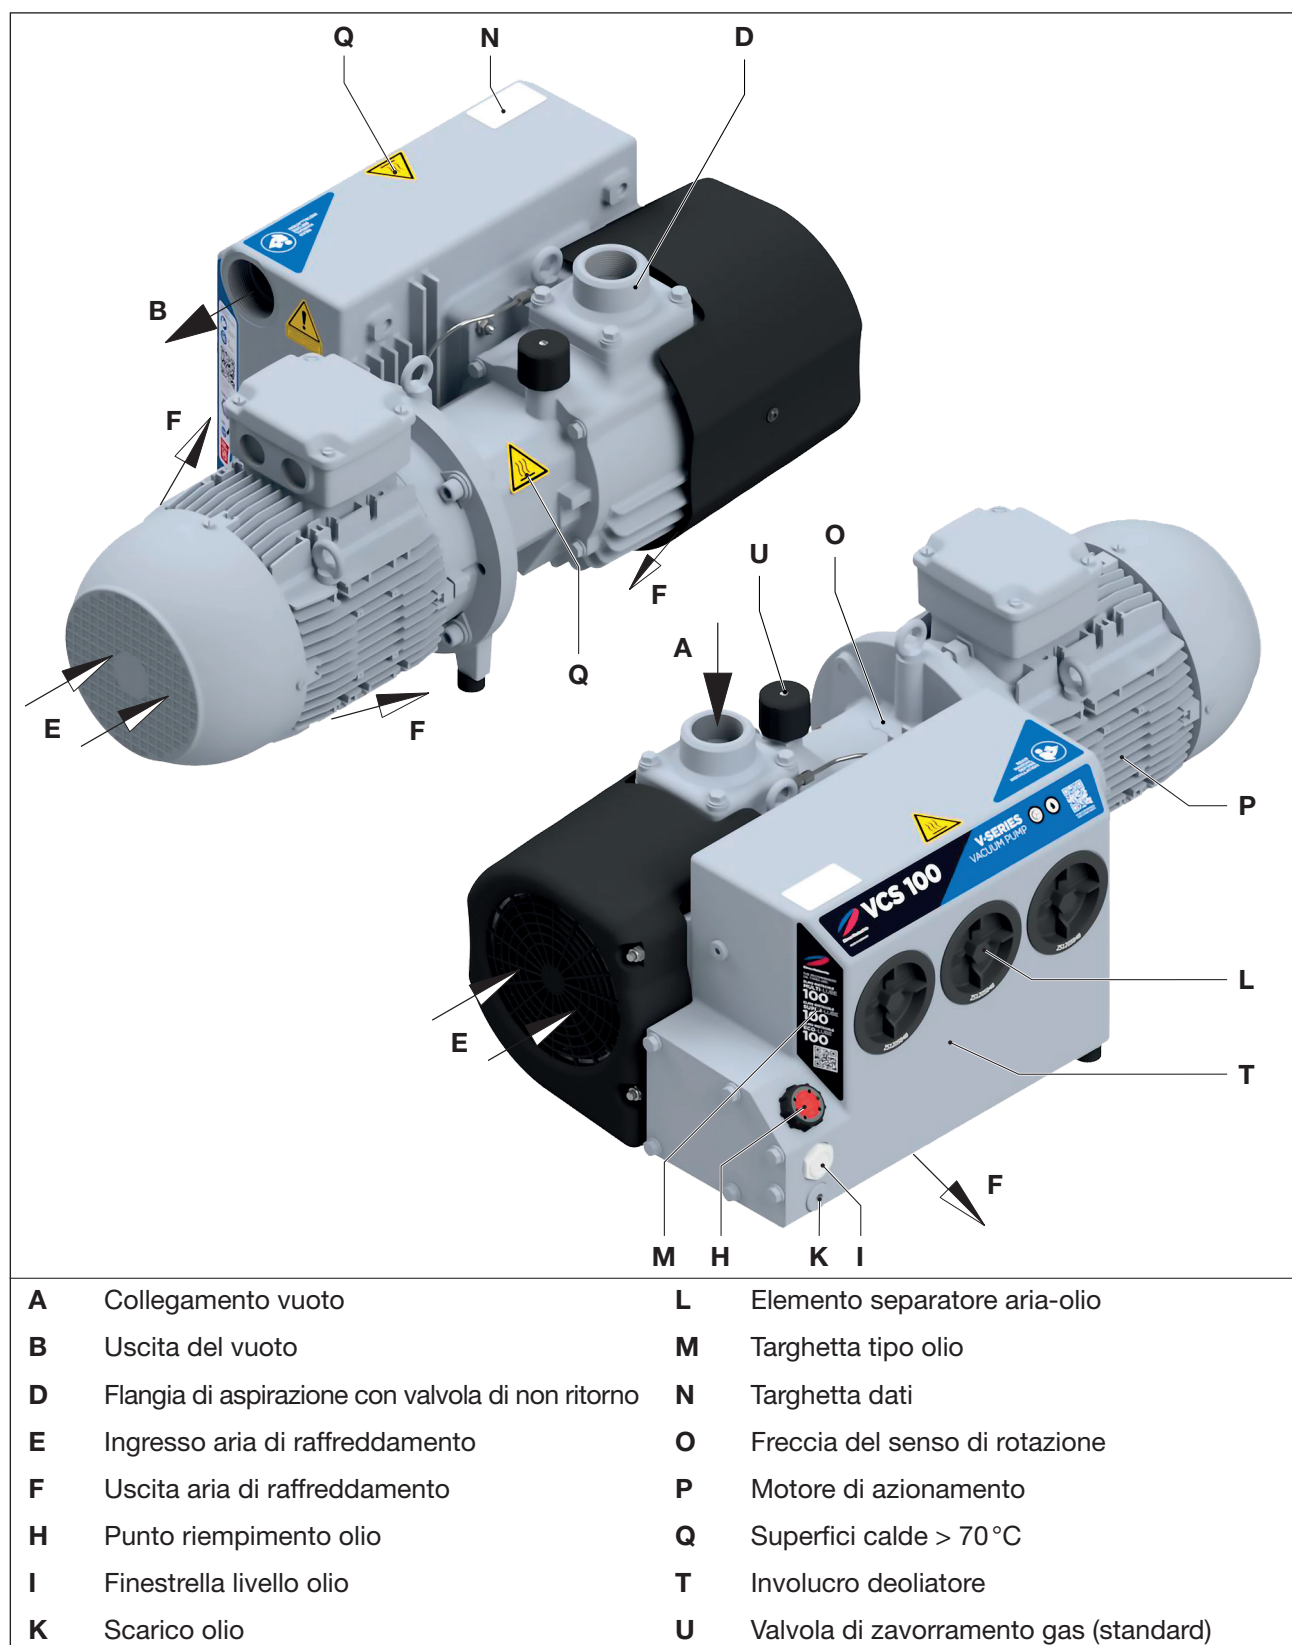

Fig. 2 Pompa per vuoto V-VCS 100 / 150
Una valvola zavorra gas standard (Fig. 2/U) impedisce la condensazione di piccole quantità di vapore acqueo all'interno della pompa quando la pompa è a temperatura di esercizio. La compatibilità con il vapore acqueo può variare a seconda del design della pompa (vedi info I 200).
- La flangia di aspirazione (Fig. 2/D), il punto di riempimento dell'olio (Fig. 2/H), la finestrella livello olio dell'olio (Fig. 2/I), lo scarico dell'olio (Fig. 2/K), la zavorra gas (Fig. 2/U) e l'involucro deoliatore (Fig. 2/T) devono essere facilmente accessibili.
L'attacco per il vuoto (Fig. 2/A) si trova sulla flangia di aspirazione (Fig. 2/D).
- Rimuovere i tappi ciechi sull'attacco di aspirazione (Fig. 2/A) e sull'uscita dell'aria di scarico (Fig. 2/B).
- Collegare la tubatura sul collegamento vuoto (Fig. 2/A).
- L'aria aspirata può essere soffiata tramite lo scarico di uscita aria (Fig. 2/B) o trasportata fuori tramite flessibile o tubazione.